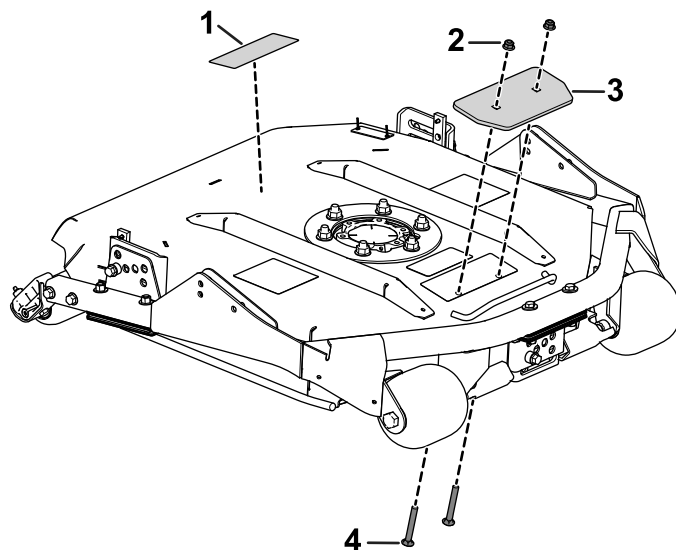

Figura 2
4. Utilizzate i dadi flangiati per fissare le staffe della zavorra all'apparato di taglio (Figura 2).
5. Applicare l'adesivo dell'altezza di taglio verso la parte posteriore dell'apparato di taglio (Figura 2).
3. Posizionate una vite a taglio in ciascun foro (Figura 2).